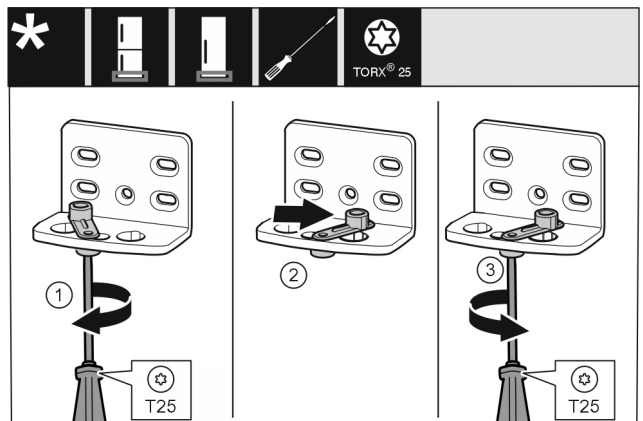

Fig. 16
- Skru skruen Fig. 16 (1) løs med en skruetrækker.
- Løft dørlukningshjælpe midlet Fig. 16 (2), og drej den 90° til højre ind i hullet.
- Skru skruen Fig. 16 (3) fast med en skruetrækker.